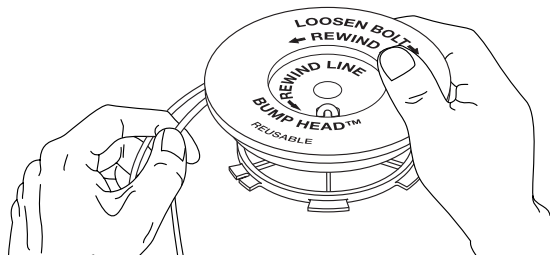

Fig. 36
7. Bobine las líneas en capas parejas y ajustadas sobre el carrete (Fig. 36). Bobine la línea en la dirección indicada en el carrete interior. Coloque su dedo índice entre las dos líneas para evitar que se superpongan. No superponga los extremos de la línea. Proceda al paso 11.